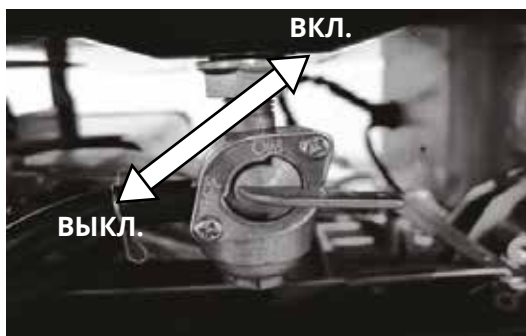

Рис. 3.1
1. Поверните рычаг топливного крана в положение «ВКЛ» (рис. 3.1).
3. Поверните рычаг топливного крана в положение «ВЫКЛ» (**рис. 3.1**).